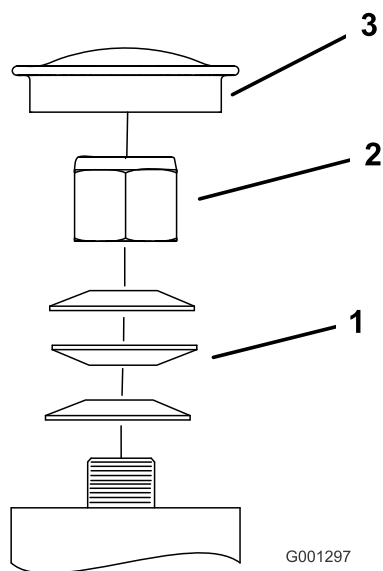

Figure 64
3. Retirez le couvre-moyeu de la roue pivotante et serrez le contre-écrou (Figure 64).
4. Continuez de serrer le contre-écrou jusqu'à ce que les rondelles élastiques soient aplaties, puis desserrez-le de 1/4 de tour pour obtenir la précharge correcte des roulements (Figure 64).
Important: Veillez à placer les rondelles élastiques comme illustré à la Figure 64.
5. Reposez le couvre-moyeu (Figure 64).